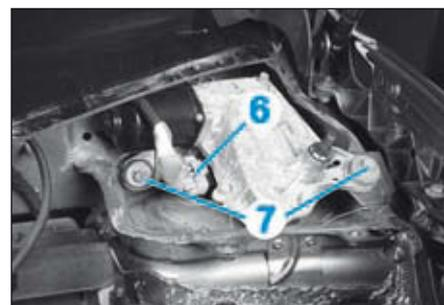

FIG.63
- Débrancher le connecteur (6) (Fig.63).
- les vis (7)